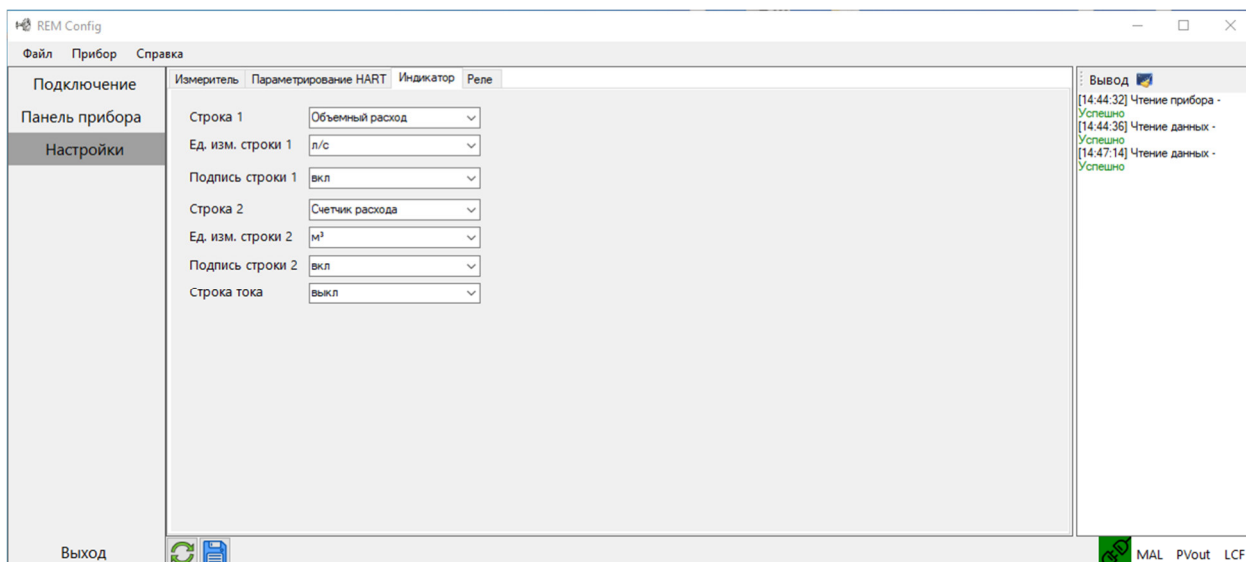

Рис.7. Настройка отображения индикатора
- настройка отображения индикатора (рисунок 7);